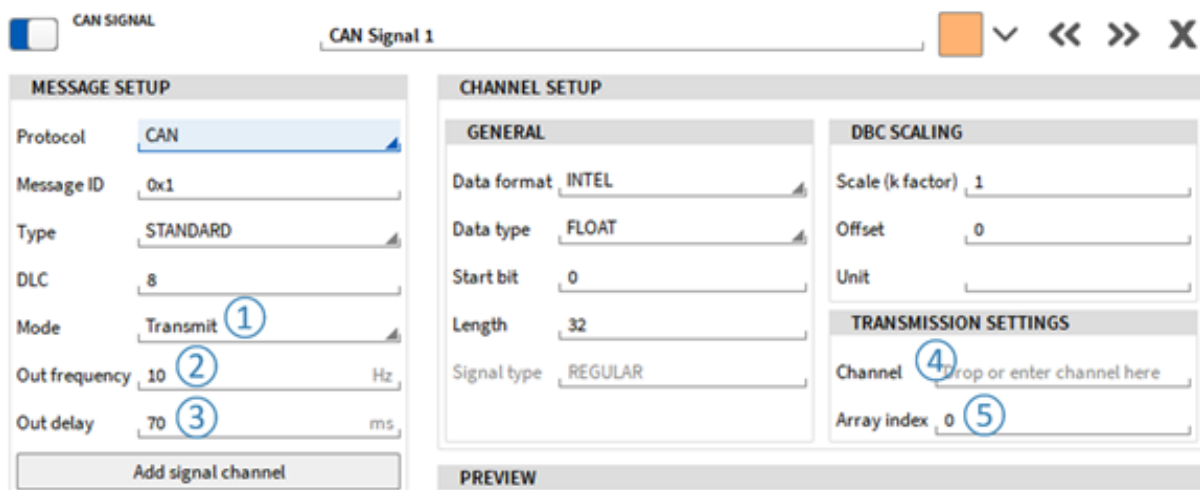
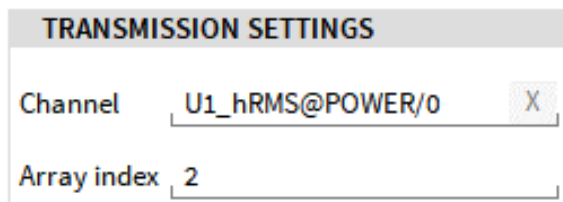

Abb. 7.198: Ausgabe von Arrayelementen über _CAN
Abb. 7.199: Ausgabe von Arrayelementen über CAN
Um OXYGEN-Daten über CAN zu übertragen, muss dazu der CAN-Nachrichtenmodus auf *Senden* eingestellt sein (siehe ① in Abb. 7.198).
Die Ausgangsrate kann zwischen 0,1 ... 100 Hz (siehe ② in Abb. 7.198) für jede Nachricht individuell definiert werden. Die Ausgangsverzögerung kann zwischen 1 ... 500 ms (siehe ③ in Abb. 7.198). Ein dedizierter OXYGEN skalarer Zeitbereichskanal (d.h. Analog oder digitaler Eingang, Leistungswert wie Wirkleistung oder ein anderer CAN-Kanal) kann einem CAN-Signal zugewiesen werden, indem der Kanal gezogen oder sein Name in den *Channel*-Bereich der *Transmission Settings* eingegeben wird (siehe ④ in Abb. 7.198).
Es ist auch möglich, einzelne Elemente eines Array-Kanals (z. B. Harmonische aus einer Leistungsgruppe) über CAN auszugeben. Fügen Sie dazu den Array-Kanal in den Abschnitt Kanal (siehe ④ in Abb. 7.198) der Übertragungseinstellungen ein und geben Sie den Index der Array-Elemente, die ausgegeben werden sollen, in Array-Index ein (siehe ⑤ in Abb. 7.198). Als Beispiel: Wenn die zweite Oberschwingung eines Spannungskanals über CAN ausgegeben werden sollen, geben Sie den Namen des Oberschwingungskanals im Abschnitt Kanal ein, z.B. `U1_hRMS@POWER/0` und geben Sie den Index 1 im Abschnitt Array-Index ein (siehe Abb. 7.199).
Um die Reaktionsfähigkeit und die Signalqualität der übertragenen Daten zu optimieren, haben wir die *Ausgabeverzögerung* eingeführt (siehe ③ in Abb. 7.198). Dies ist die Zeit, in der die Daten vor dem Senden verzögert werden. Die folgenden Grafiken zeigen den Unterschied zwischen zwei einzelnen Einstellungen: